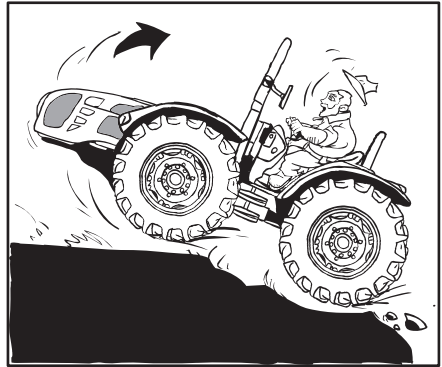

Abb. 2.17
- Wenn der Traktor im Schlamm oder Boden festgefahren ist, nicht versuchen, ihn durch Vorwärtsfahren zu befreien, denn der Traktor könnte sich um die Hinterräder drehen und umkippen (Abb. 2.17). Montierte Anbaugeräte anheben oder abbauen und versuchen, den Traktor durch RÜCKWÄRTSFAHREN zu befreien. Falls das nicht gelingt, muss der Traktor mit einem anderen Fahrzeug aus dem Schlamm gezogen werden.